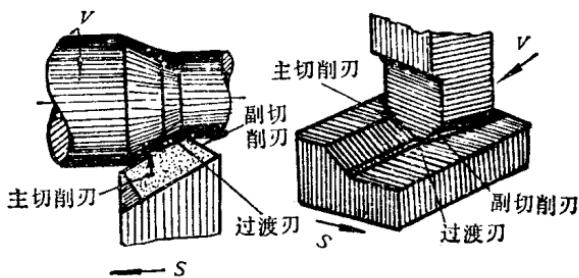
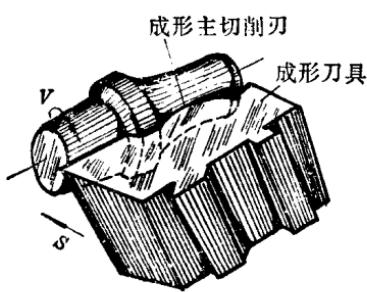

图 2-7
图 2-8
(1) 主切削刃——主切削刃就是刀具前面与主后面相交而成的线，它起主要切削作用(图 2-7)。主切削刃有直线形和曲线形(图 2-8)，曲线形切削刃常和工件形状有关，通常称为成形刀具。